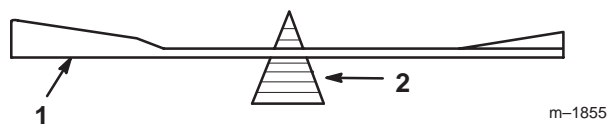

Figure 29
2. Vérifiez l'équilibre de la lame en la plaçant sur un équilibreur (Fig. 29). Si la lame reste horizontale, elle est équilibrée et peut être utilisée. Si la lame est